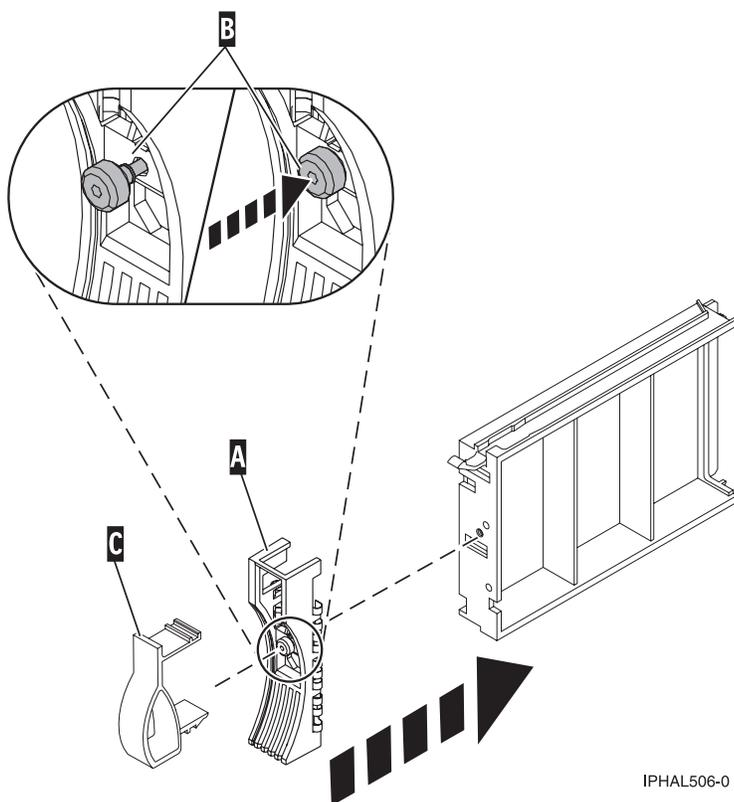

Figure 48. Fixation d'un panneau frontal à un obturateur d'unité de disques
1. Fixez le panneau frontal de l'unité de disque (A) à l'unité de disque ou à un obturateur d'unités de disques.
2. Appuyez sur la vis moletée (B), puis serrez la vis pour maintenir le panneau frontal sur l'unité de disque ou l'obturateur.
3. Installez le loquet du panneau frontal de l'unité de disque (C) sur le bord avant de l'unité de disque ou de l'obturateur (voir figure 48).